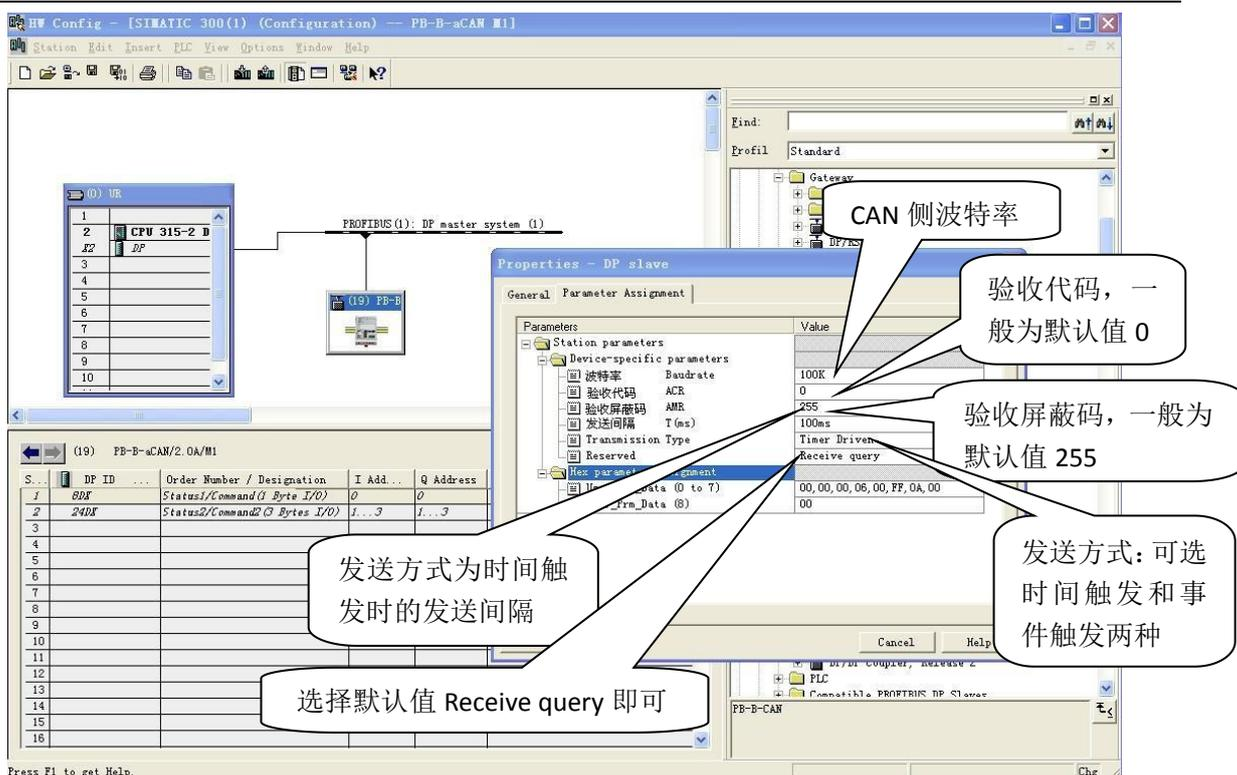

图4-8
双击 PB-B-aCAN/2.0A/M1，弹出 PB-B-aCAN/2.0A/M1 设备配置窗口，选择 Parameter Assignment，设置 CAN 波特率、验收代码、验收屏蔽码、发送间隔、发送类型等见图 4-8:
- ① 配置 CAN 波特率：选中“波特率 Baudrate”→“Value”，本产品支持 5K-1M，见图 4-8。
- ② 验收代码及验收屏蔽码：用来设置屏蔽的 ID，本产品按默认值即可。见图 4-8。
- ③ CAN 的发送间隔：当 Transmission Type 选择 Timer Driven 时，CAN 侧按照此处设定的时间间隔逐条地发送数据。可选范围：1ms-1000ms。见图 4-8。
- ④ 发送方式：选择 Timer Driven 时按照发送间隔设置的时间发送；选择 Event Driven 时为触发模式，即当 PROFIBUS 主站发送给总线桥的数据与上一次发送的有变化时，则 CAN 这边才发送数据到 CAN 总线上，转发给 CAN 设备。见图 4-8。
- ⑤ 接收方式：这里用户一般按默认来即可，即选择 Receive query。见图 4-8。